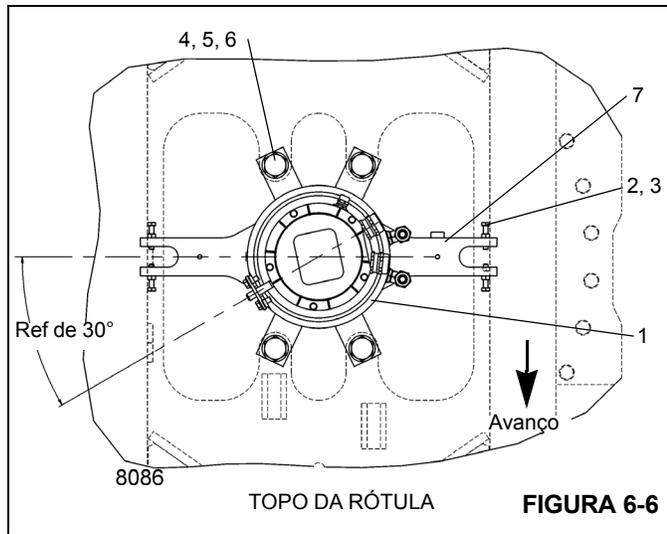

FIGURA 6-6
3. Verifique se o furo rosqueado na parte inferior da base da rótula elétrica está alinhado ao furo de montagem na placa na caixa da rótula de água. Instale o parafuso através do furo na placa e instale a contraporca. Apertar o parafuso no furo na base da rótula elétrica até que a cabeça do parafuso fique a aproximadamente 6,0 mm (0.23 pol.) do suporte. Aperte a porca de encontro à rótula elétrica (Figura 6-6).